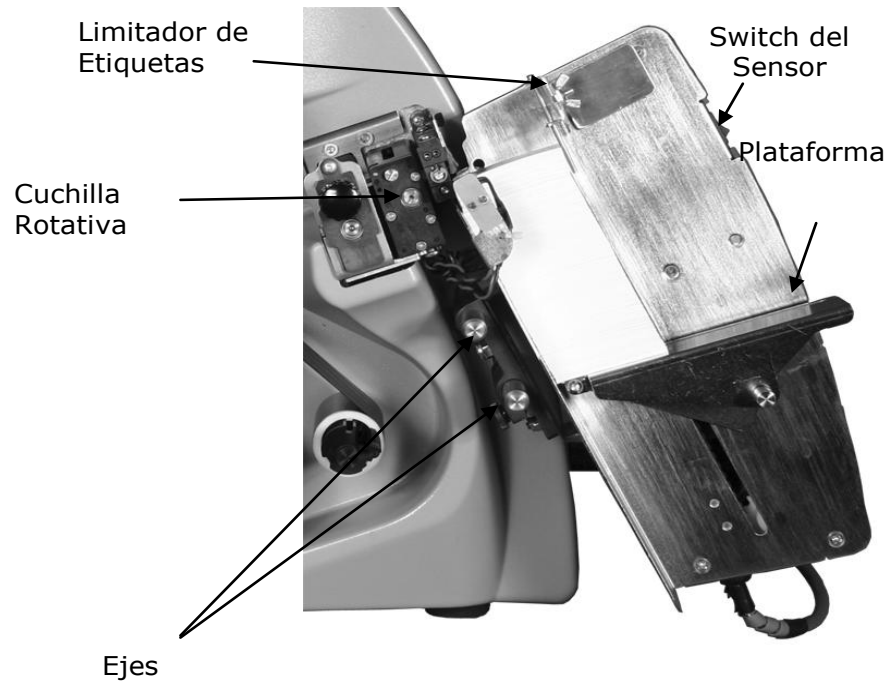

Figura 4. Cuchilla Rotativa y Apilador con la parte de abajo hacia afuera
1. Localice los dos ejes debajo del ensamble de la cuchilla y el avance auxiliar (Véase figura 4).